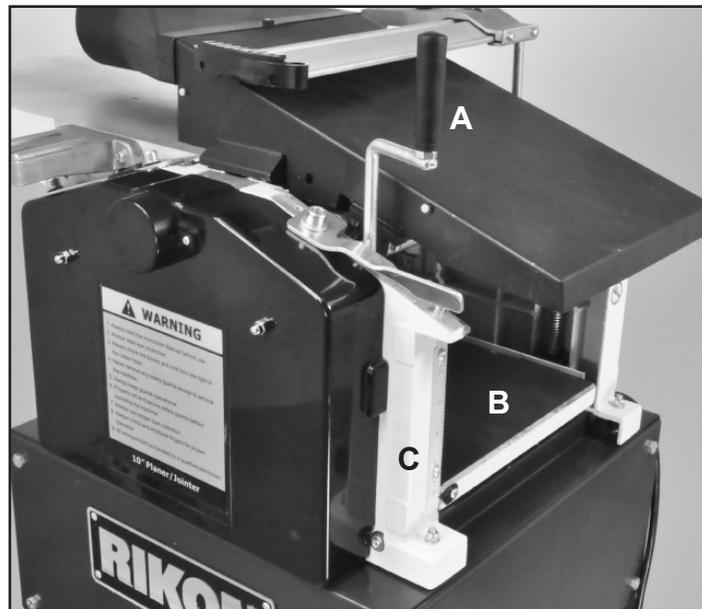

FIG. 22
L'ajustement de hauteur de la table du rabotage est effectué avec la poignée (#130, FIG. 22, A). Un tour complet de la manivelle change la hauteur de la table du rabotage (#142, B) de 1/8".
2. Le garde-tête de coupe doit être soulevé et le canon de poussière (#194) pivoté sur la table d'alimentation dans la position d'utilisation de planage, de sorte que des ajustements peuvent être faits. FIG. 22.
1. La table de Dégauchisseuse e d'alimentation et la clôture doivent être enlevées, et le capot de poussière soulevé et pivoté en arrière sur la tête de coupe pour accéder à l'intérieur du rabotage. Voir page 14, étape 2 et FIG. 22 sur ce processus